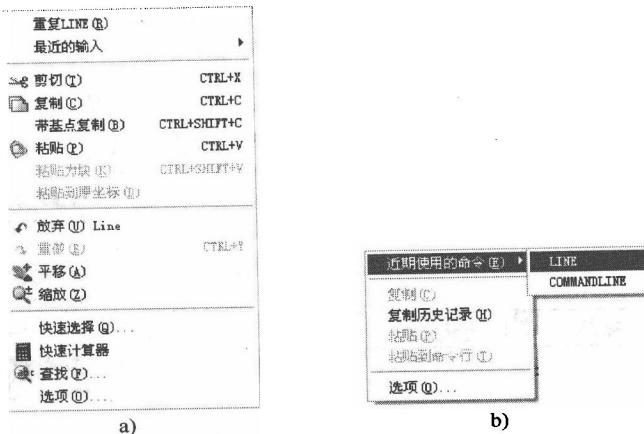

图 1-10 快捷菜单
(2) 工具栏输入 通过单击工具栏按钮输入 AutoCAD 命令。此时命令行显示该命令，但命令前有下划线。
(3) 下拉菜单输入 通过选中下拉菜单选项，输入 AutoCAD 命令。此时命令行显示的命令与从键盘输入的命令一样，但其前面有下划线。
(4) 右键快捷菜单输入 在不同的区域单击鼠标右键，会弹出相应的菜单，可从菜单中选择执行命令（图 1-10）。
(5) 重复命令的输入 在 AutoCAD 执行完某个命令后，如果要立即重复执行该命令，最常用的方法是再按一下“Enter”键或空格键即可，也可利用右键快捷菜单实现重复命令。
的输入（图 1-10）。